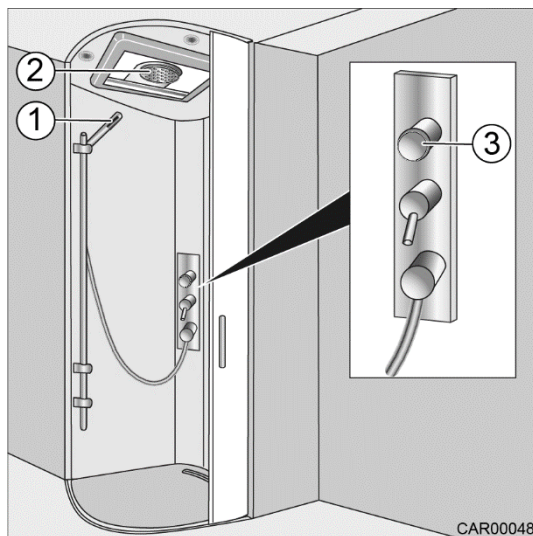

Fig. 171 Colonne de douche, bouton de commutation
Choisir le mode Douche pluie (Fig. 171/2) :
1. Tourner le bouton de commutation (Fig. 171/3) dans le sens anti-horaire.
Choisir le mode Douchette (Fig. 171/1) :
1. Tourner le bouton de commutation (Fig. 171/3) dans le sens horaire.